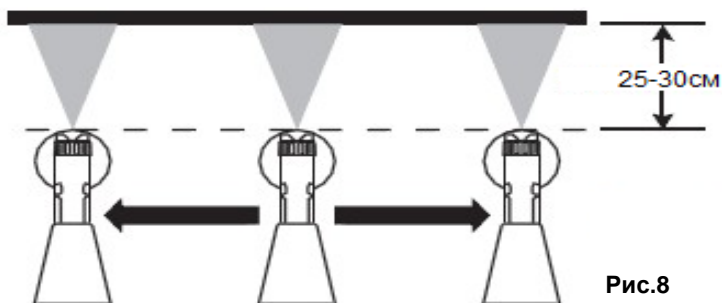

Рис.8
- Всегда держите краскопульт параллельно горизонту и распыляйте перпендикулярно окрашиваемой поверхности с расстояния примерно 25-30 см. Выдерживайте равномерное расстояние до обрабатываемой поверхности (Рис.8). Двигайте краскопульт рукой, а не запястьем.